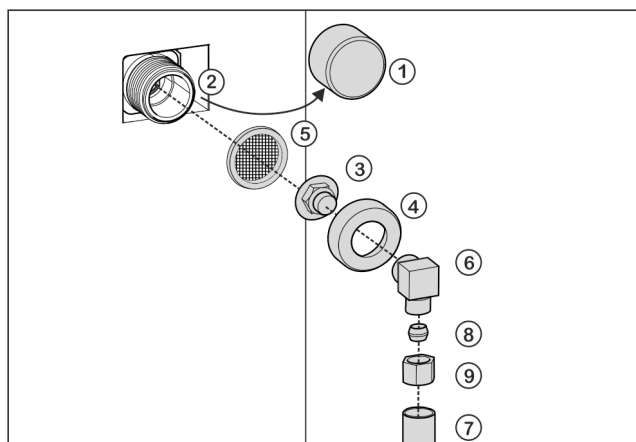

Fig. 25
- ▶ Kappe Fig. 25 (1) vom Magnetventil Fig. 25 (2) abziehen.
- ▶ Verbindungsstück Fig. 25 (3) in die Überwurfmutter Fig. 25 (4) einsetzen.
- ▶ Sieb Fig. 25 (5) mit der Vertiefung nach unten in Richtung Verbindungsstück Fig. 25 (3) einsetzen.
- ▶ Überwurfmutter Fig. 25 (4) mit der Hand auf das Gewinde des Magnetventils Fig. 25 (2) schrauben, bis ein sicherer und fester Sitz erreicht ist.
- ▶ Winkelstück Fig. 25 (6) anschrauben.
- ▶ Wasserleitung Fig. 25 (7) (z. B. 1/4"-OD-Kupferleitung) mit Hilfe von Klemmring Fig. 25 (8) und Mutter Fig. 25 (9) am Winkelstück Fig. 25 (6) anschließen.
- ▶ Wenn notwendig: Wasserleitung Fig. 25 (7) mit dem Rastbügel am Gehäuse fixieren.
- ▶ Winkelstück Fig. 25 (6) zur Seite legen.
- ▶ Wasserleitung Fig. 25 (7) (z. B. 1/4"-OD-Kupferleitung) mit Klemmring Fig. 25 (8) und Mutter Fig. 25 (9) am Verbindungsstück Fig. 25 (3) anschließen.